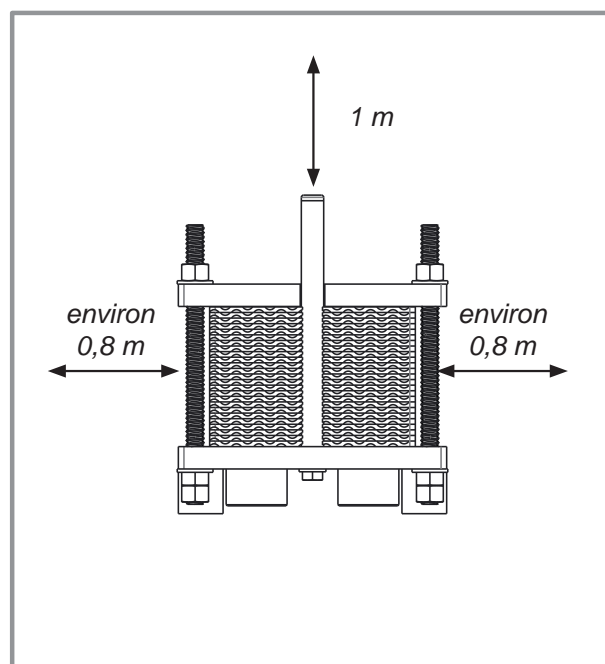

figure 7 - Espaces d'implantation
- Prévoir, autour de l'échangeur, un dégagement pour les opérations de maintenance (figure 7).